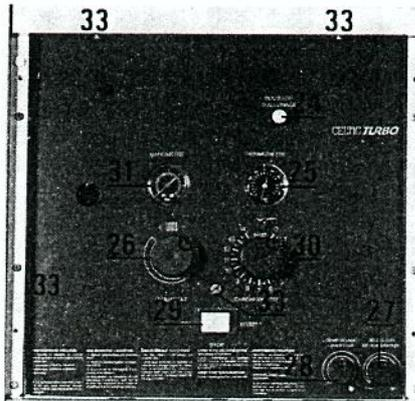

Fig. 1
- 2) Placez l'interrupteur électrique (29) sur la position adéquate ETE ou HIVER (fig. 1).
- 3) Poussez à fond le bouton poussoir de gaz (24) (fig. 1). Le ventilateur passe à grande vitesse assurant le balayage de la chambre de combustion, le gaz parvient à la veilleuse. Après 15 secondes environ, l'allumeur électrique fournit un train d'étincelles destiné à allumer la veilleuse. Lorsque cette dernière est allumée, attendez environ 20 secondes, relâchez doucement le bouton poussoir de gaz (24) (fig. 1). Refaites la manœuvre si nécessaire.
Cette chaudière est conçue pour fournir de l'eau chaude à différents niveaux de température. A cet effet, elle est munie d'un sélecteur de température (bouton de réglage (27) (fig. 1) ; il est possible de puiser de l'eau très chaude à petit débit (moins de 3 l/min) et ensuite de l'eau chaude à 60°C environ entre 3 et 6 l/min, lorsque le bouton de sélecteur de température est placé sur « + ».
Régalez l'aquastat (26) (fig. 1) selon les conditions climatiques : pour augmenter le chauffage par temps froid, tourner le bouton vers le signe « + » ; en mi-saison, pour baisser le chauffage, tourner vers le signe « - ». C'est en se rapprochant de ce point de réglage que vous obtiendrez le fonctionnement en condensation de la chaudière.
Placer l'interrupteur électrique (29) (fig. 1) sur la position « ÉTÉ ». La chaudière fonctionne en eau chaude uniquement.
Si l'aiguille du manomètre (31) (fig. 1) descend au-dessous de 1 bar à froid, rétablissez le plein d'eau de votre installation en procédant de la façon suivante :
- ouvrez le robinet de remplissage (28) (fig. 1).
- lorsque l'aiguille a atteint environ 1,5 bar (31) (fig. 1), refermez le robinet.
### Démontage de l'écran (fig. 1)
- ouvrez le robinet de remplissage (28) (fig. 1) et remplissez lentement, fermez les différents purgeurs d'air du circuit.